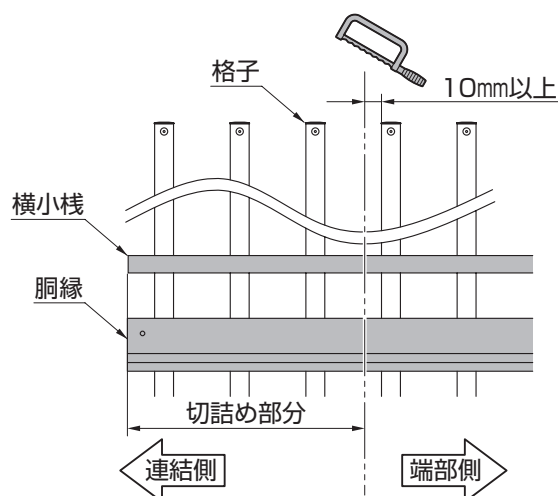

図3-1 本体切詰め位置
- 本体の切詰めを行なうときには、端部にくるフェンス本体の連結側を切断してください。(図3-1参照)